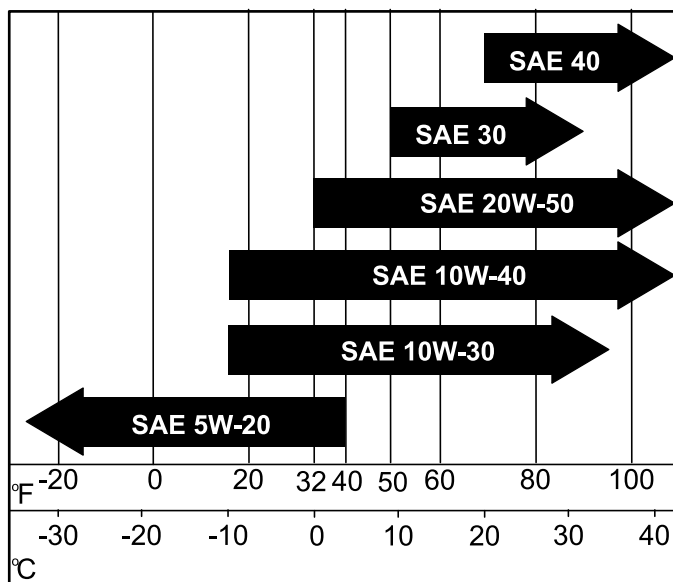

Figura 39
4. Spurgate l'olio dal motore (Figura 39).